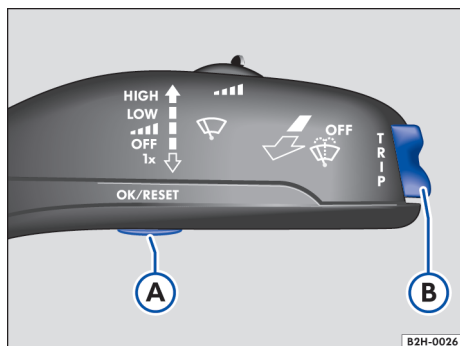

Fig. 16 Na alavanca do limpador dos vidros: botão (A) para confirmar itens de menu e chave (B) para trocar menus.
- Caso uma mensagem ou o pictograma de veículo sejam exibidos, pressionar o botão → Fig. 16 (A).
- Para listar o menu principal ou retornar ao menu principal a partir de outro menu, manter a chave (B) pressionada.